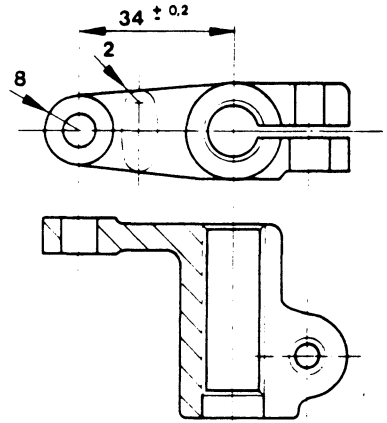
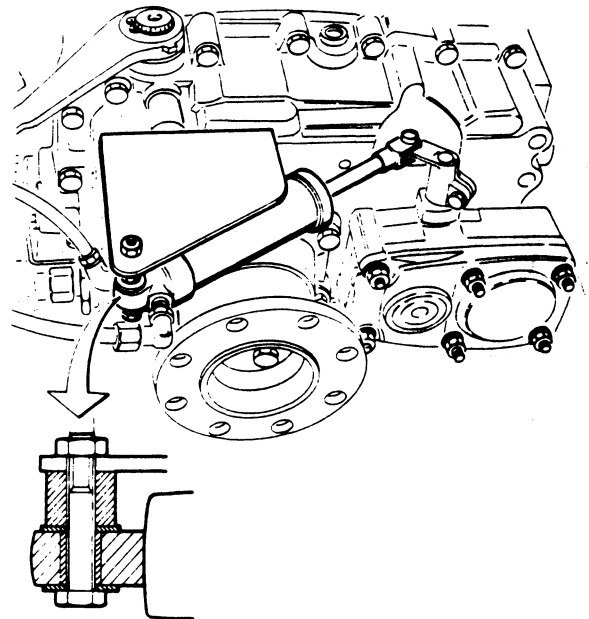

Fig. 7
Fig. 8
- In het schakeldeksel van de versnellingsbak is een uitsparing aangebracht, waarin de P.T.O. bedieningshefboom (Fig. 7) kan draaien (Fig. 8).
- Bevestig de gaffel van de zuigerstang aan de bedieningshefboom van de P.T.O. (Fig. 8).
- Monteer de bedieningscilinder op de steun. (Fig. 8).